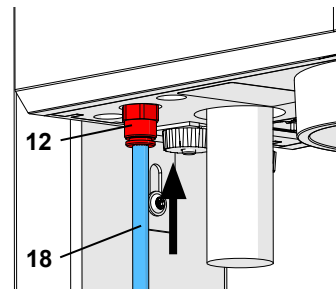

Fig. 5-a
Ved tidligere apparater er indgangsfilteret (13) placeret uden for apparatet (fig. 5-b). Skub i disse tilfælden trykluftslangen (18) ind i indgangsfilteret (13). I den forbindelse skal man kunne mærke en let modstand.